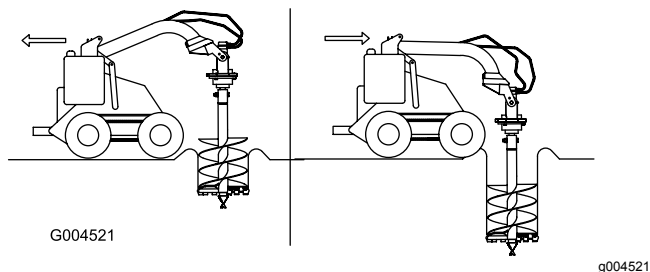

Рисунок 10
6. Медленно опускайте шнек по мере разрыхления почвы. Во время погружения по мере необходимости перемещайте тяговый блок назад или вперед, чтобы сохранять вертикальное положение шнека (Рисунок 10).